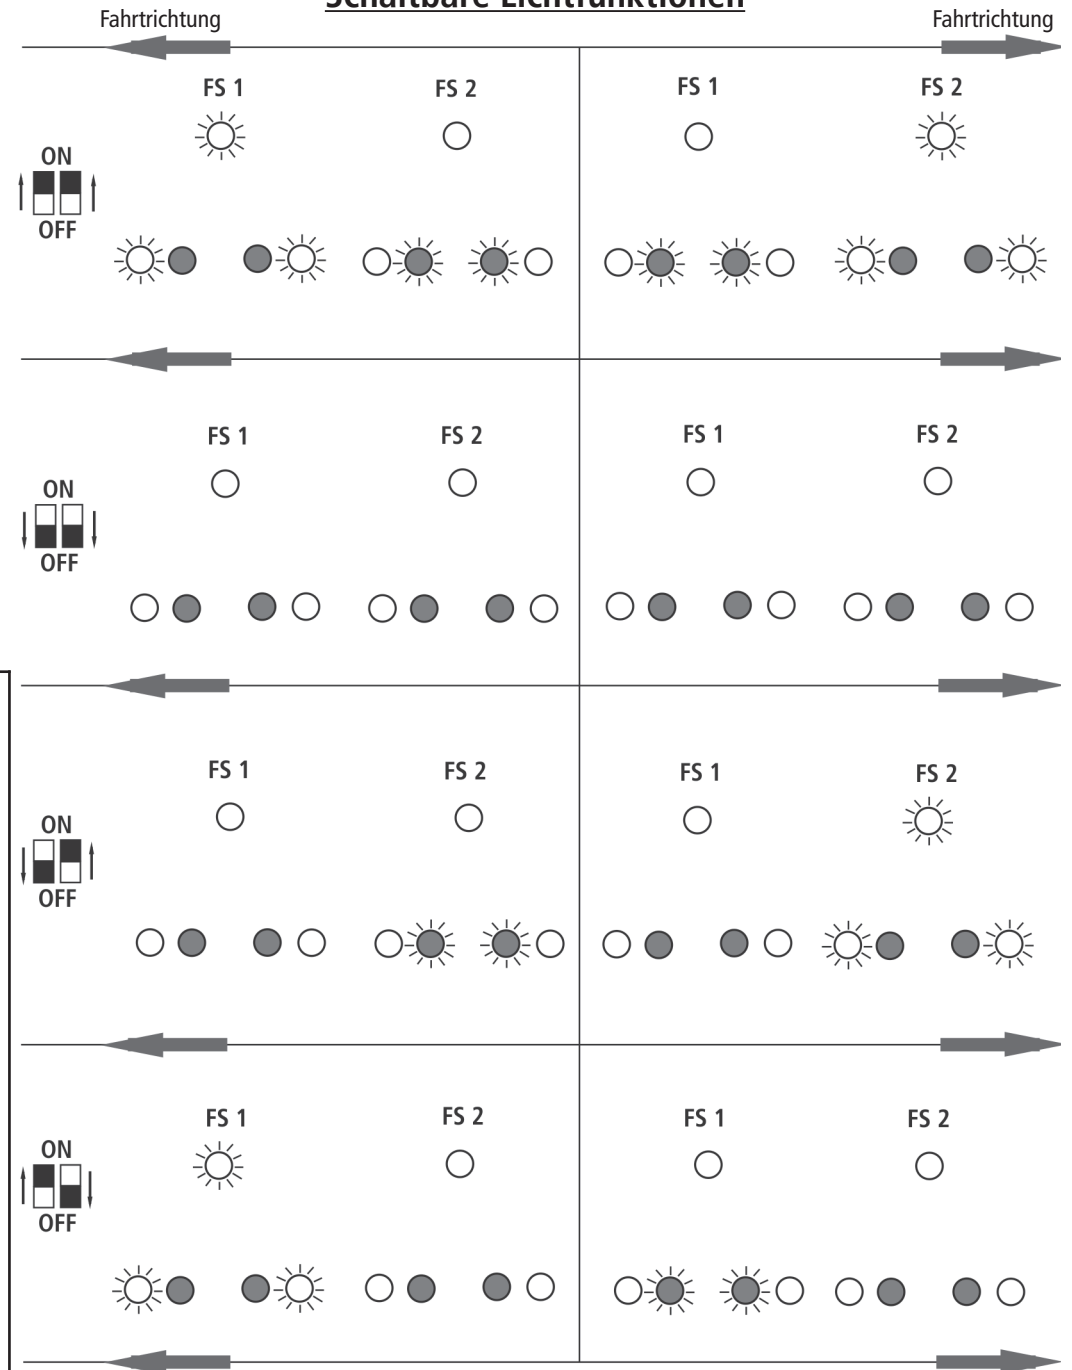
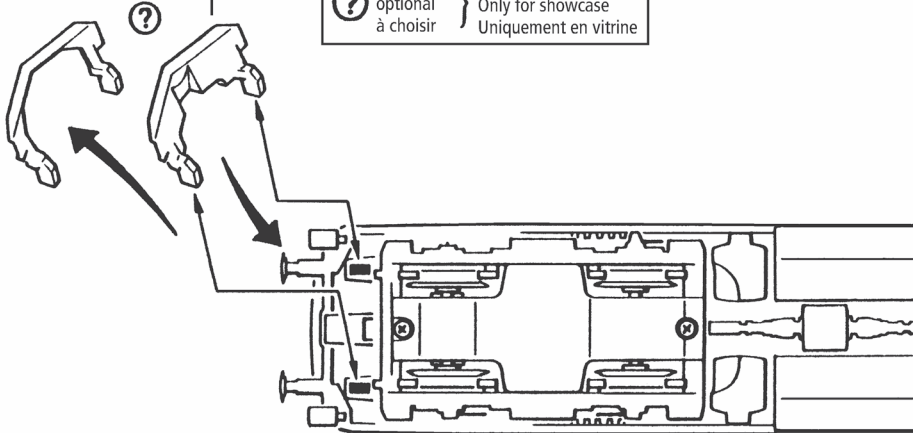

Fig. 6
Fig. 3
**Mehrzugbetrieb:** Zuerst Lokgehäuse abnehmen (Fig. 3). Danach den Brückenstecker aus der Schnittstelle entfernen (diesen sorgsam aufbewahren). Danach den Stecker des Decoders lagerichtig einsetzen (siehe Fig. 6).
**2. Schmierung:** Versehen Sie die im Schmierplan in Fig. 7 gekennzeichneten Stellen mit nur **kleinen Öltropfen**. Dazu zuerst das Lokgehäuse abnehmen (Fig. 3). Wir empfehlen den ROCO **Öler Art.-Nr. 10906**. Fürs Schmieren der Getriebeteile (Zahnräder, Schnecke) empfehlen wir das **ROCO-Spezialfett Art.-Nr. 10905**. Im Falle der Schmierung diese Teile **nicht ölen**.
**4. Motorwechsel:** Lokgehäuse abnehmen (Fig. 3). Danach wird der Motor ausgebaut (Fig. 9).
Remove the jumper from the interface. Finally put the plug of the decoder into the interface as shown in fig. 6.
**2. Lubrication:** Apply **tiny oil drops** to spots marked in fig. 7. Prior to lubrication dismantle locomotive (fig. 3). We recommend using item no. **10906, Roco oiler**. For lubrication the gearparts (e.g. cogwheels, worm) we should recommend our Roco **special grease** (item no. **10905**).
**4. Motor Changing:** First remove loco body (fig. 3), and then the motor (fig. 9).
**Exploitation en télécommande multi-trains:** Enlevez la fiche de shuntage de l'interface (à conserver!) et enfichez finalement la fiche du module de décodeur aux prises de l'interface. Veuillez à la position correcte de la fiche (voir fig. 6).
**2. Graissage:** N'appliquez **qu'une tout petite goutte** aux endroits indiqués par le plan de graissage (fig. 7) après avoir démonté la caisse de la locomotive (fig. 3). Nous vous recommandons **le graisseur à huile Roco réf. 10906**. Pour graisser les engrenages (roues dentées, vis sans fin) nous vous conseillons la **graisse spéciale Roco réf. 10905** pour engrenages en matières synthétiques. Lorsque vous utilisez cette graisse il faut éviter d'huiler ces composants.
**4. Remplacement du moteur:** Démontez la caisse (voir fig. 3). Démontez ensuite le moteur (fig. 9).
1. siehe } Fig. 3